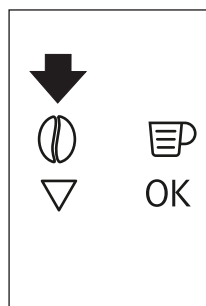

Fig. 15
- Appuyez sur l'icône ☉ (B4) (Fig. 15) et sélectionnez la fonction de café moulu.